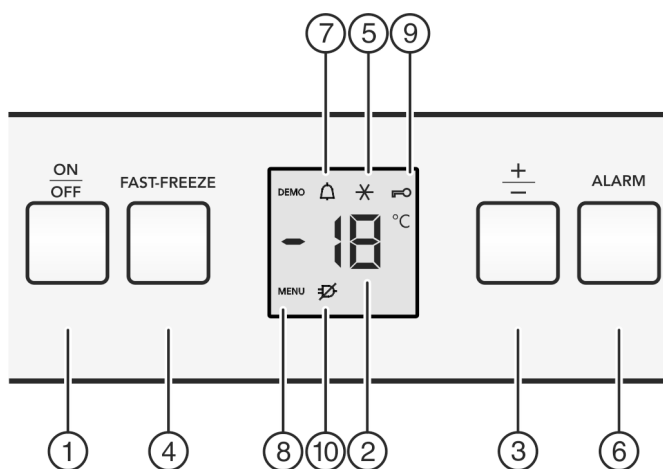

Fig. 2
- Toets On/Off Fig. 2 (1) indrukken.
- ▷ Het apparaat is ingeschakeld. Het temperatuurdisplay en het symbool Alarm Fig. 2 (7) knipperen tot de temperatuur koud genoeg is.
- ▶ Druk de toets Fast-Freeze Fig. 2 (4) ca. 5 seconden in.
- ▷ Op het display wordt het symbool Menu Fig. 2 (8) weergegeven.
- ▶ Met de toets Fast-Freeze Fig. 2 (4) kort bevestigen.
- ▷ Het symbool Kinderbeveiliging Fig. 2 (9) brandt op het display.
- ▶ Druk de toets On/Off Fig. 2 (1) kort in.
- ▶ Toets Alarm Fig. 2 (6) indrukken.
Tegelijkertijd knipperen de temperatuurdisplay en het symbool Alarm Fig. 2 (7).
Het akoestisch alarm stopt automatisch, het symbool Alarm Fig. 2 (7) gaat uit en de temperatuurdisplay houdt op met knipperen, wanneer de temperatuur weer laag genoeg is.